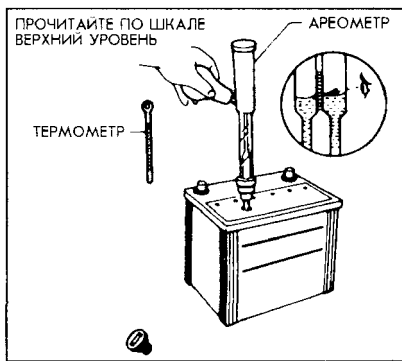

Рис. 10-6.
1. Снимите "на глаз" показания ареометра и термометра (рис. 10-6).